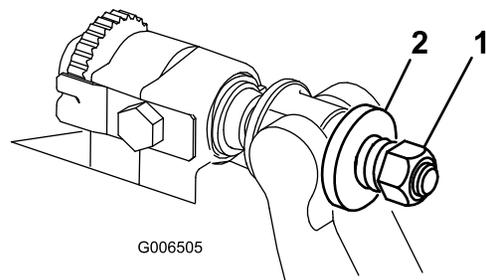

Рисунок 29
4. Затягивайте гайку натяжения пружины до полного сжатия пружины, после чего ослабьте на 1/2 оборота (Рисунок 29).